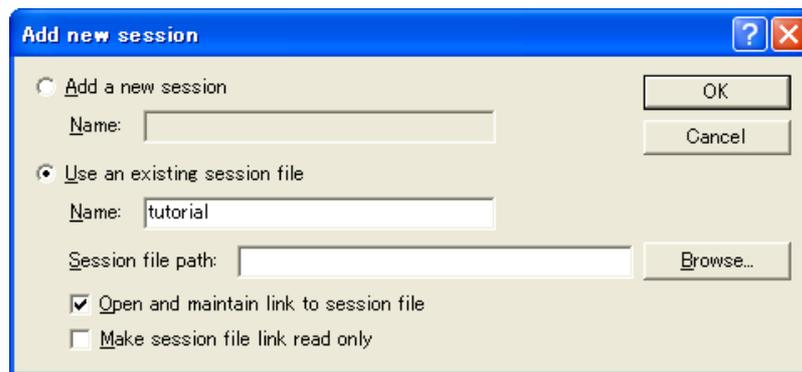

图 4.29 [Add a new session] (追加新会话) 对话框
- 请单击[Add...] (追加) 按钮, 显示[Add a new session] (追加新会话) 对话框 (图4.29)。